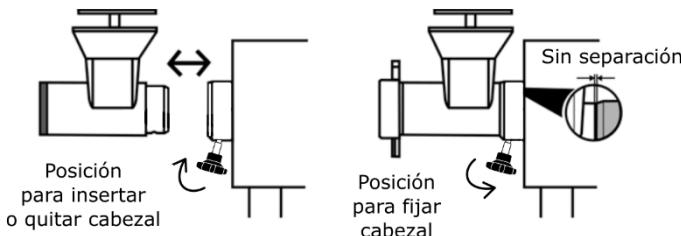

FIG 2. INSTALACIÓN DE CABEZAL
- 2.- Gire la perilla de cabezal (8) en sentido de las manecillas del reloj (Ver Fig 2) para poder retirar el cabezal (13).
a) Despues de ensamblar el cabezal (13), vuelva a colocar la perilla para cabezal (8) y gire en sentido contrario a las manecillas del reloj para fijar el cabezal al equipos (Ver Fig. 2).
b) La navaja (18) debe insertarse con el filo hacia enfrente, en la flecha del gusano.
c) Posicione el cedazo (19) centrado contra la navaja (18) asegurando que la muesca coincida con el pin insertado en el cabezal.